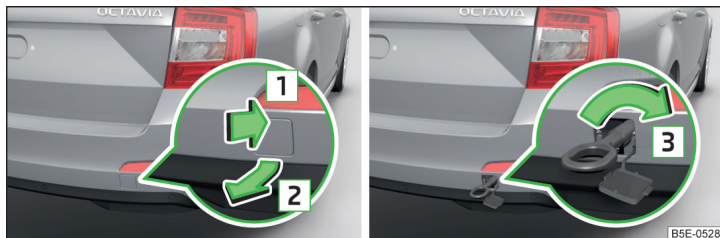
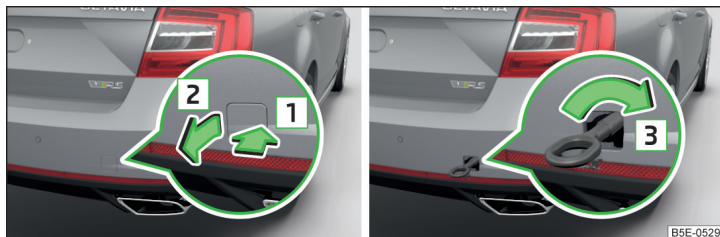

Fig. 313 Retirar la caperuza / Instalar la argolla de remolque - Variante 1
Fig. 314 Retirar la caperuza / Instalar la argolla de remolque - Variante 2
- Para **retirar**, presionar la caperuza en el sentido de la flecha [1] y retirarla en el sentido de la flecha [2] » fig. 313.
- Para **instalar**, enroscar la argolla de remolque a mano en el sentido de la flecha [3] » fig. 313 y/o » fig. 314 hasta el tope » !.